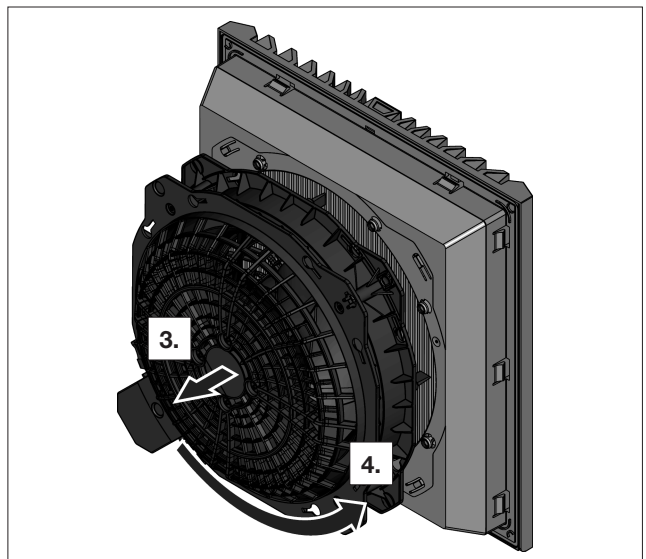

图 11: 转动风扇外壳
- 将风扇外壳旋转 90°、180° 或 270°，使得电气接头处于所需位置（参见图 11）。